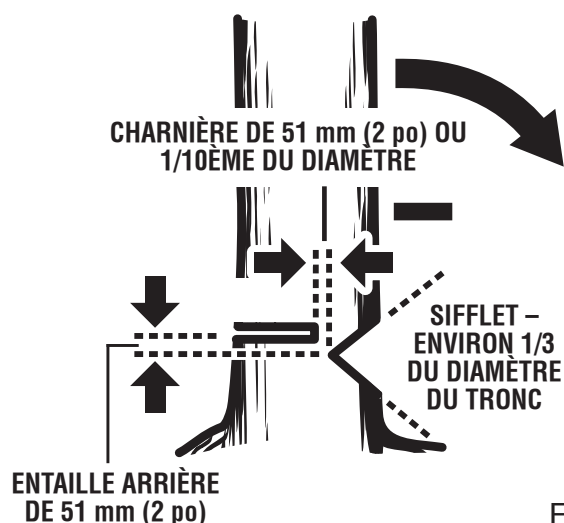

Fig. 21
- **Entaille de dessous.** Pratiquer une entaille d'environ le tiers du diamètre du tronc comme illustré la figure 21. Veiller à ce que les entailles du sifflet se rejoignent à angle droit par rapport à la ligne de chute. Le sifflet doit être taillé de façon à présenter une ligne droite. Pour
empêcher le pincement de la scie sous le poids du bois, toujours effectuer l'entaille inférieure en premier. Voir la figure 21.
- **Entaille d'abattage.** L'entaille d'abattage doit toujours être de niveau et horizontale et effectuée à au moins 51 mm (2 po) au-dessus de l'entaille horizontale du sifflet. Voir les figures 21 et 22.
- Ne jamais couper jusqu'au sifflet. Toujours laisser une épaisseur de bois d'environ 51 mm (2 po) ou 1/10ème du diamètre du tronc entre l'entaille d'abattage et le sifflet. Ceci s'appelle une « charnière ». Cette charnière contrôle la chute de l'arbre et empêche le tronc de glisse, de pivoter ou de basculer sur la souche. Voir les figures 21 et 22.